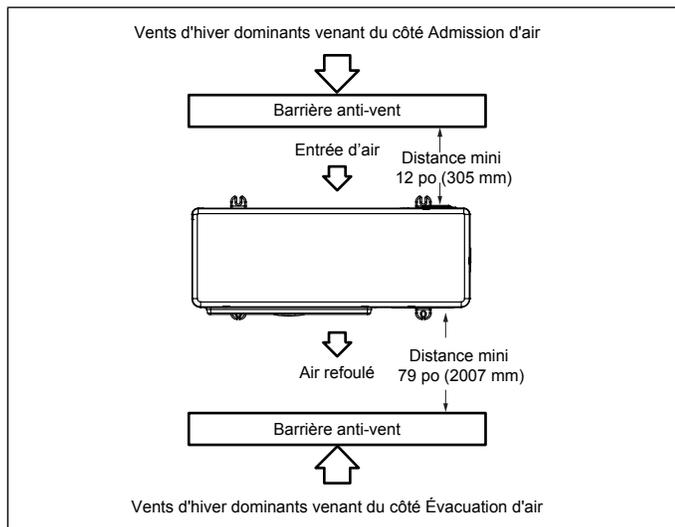

Figure 10. Barrière anti-vent
- Quand les vents dominants sont du côté évacuation, positionner la chicane anti-vent à un minimum de 79 pouces (2007 mm) de l'avant de l'unité comme illustré à la « Figure 10. Barrière anti-vent ».